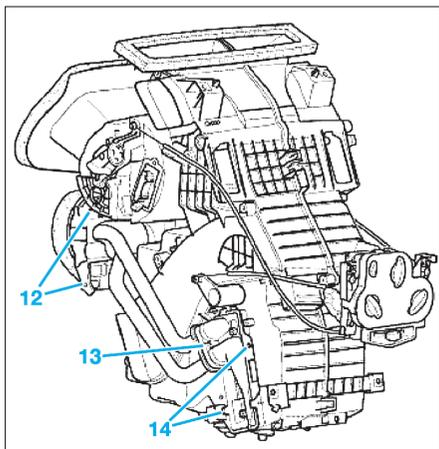

Fig. 17
- les 2 vis inférieures (11),
- les vis (12) de la bride des tuyaux d'aérotherme sur le boîtier (Fig.17),